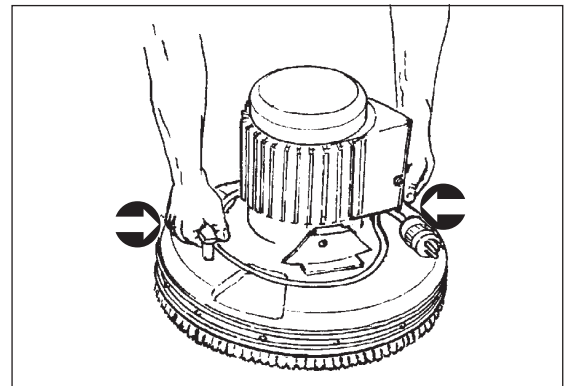

Figura 3
5. Para levantar la unidad de lijado sujete el conjunto en los puntos de elevación. (Vea la Figura 3)